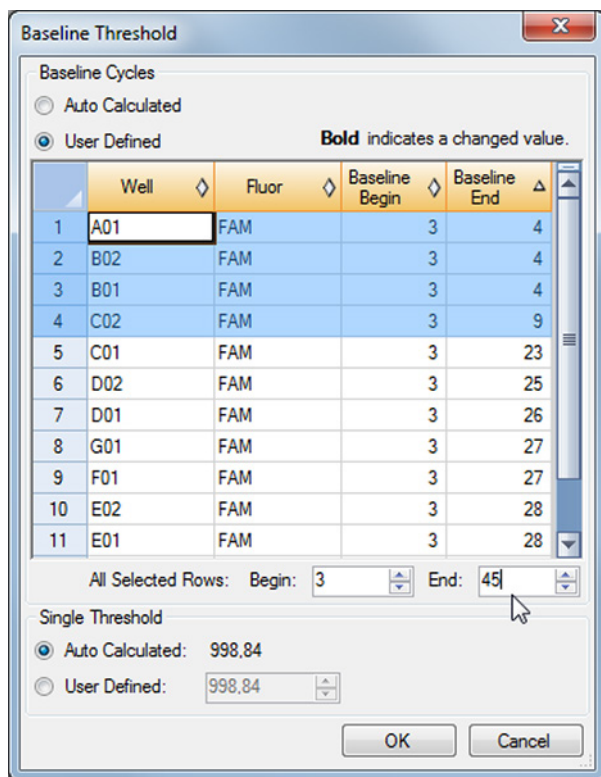

Figura 34: Cuadro de diálogo Baseline Threshold (umbral de línea de base)
3. En la barra de menú de la ventana **Data Analysis** (análisis de datos), haga clic en **Settings** → **Baseline Threshold...** (ajustes → umbral de línea de base...) para abrir el cuadro de diálogo **Baseline Threshold** (umbral de línea de base) (consulte la Figura 34).
5. Seleccione todas las líneas que muestren un valor de **Baseline End** (final de línea de base) de 1 a 9 (consulte la Figura 34).
- Establezca el valor en el campo **End:** (final:) en 45 para las líneas seleccionadas (consulte la Figura 34).